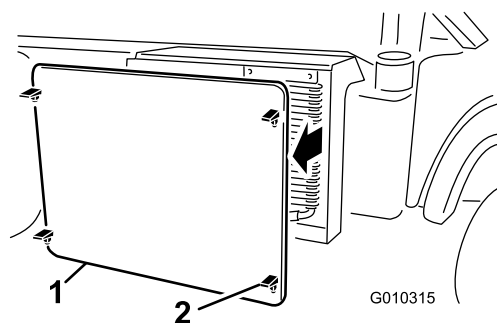

Figure 53
5. Déverrouillez et enlevez l'écran devant le radiateur (**Figure 53**).